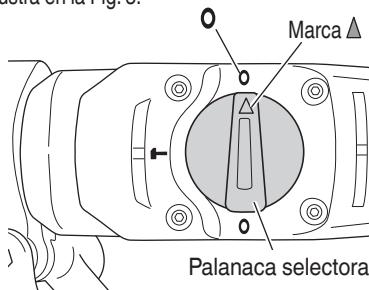

Fig. 3
- (1) El ángulo de la cuchilla puede cambiarse libremente si el símbolo △ de la palanca del selector está alineado con el símbolo ○ de la cubierta del cigüeñal, como se ilustra en la Fig. 3.